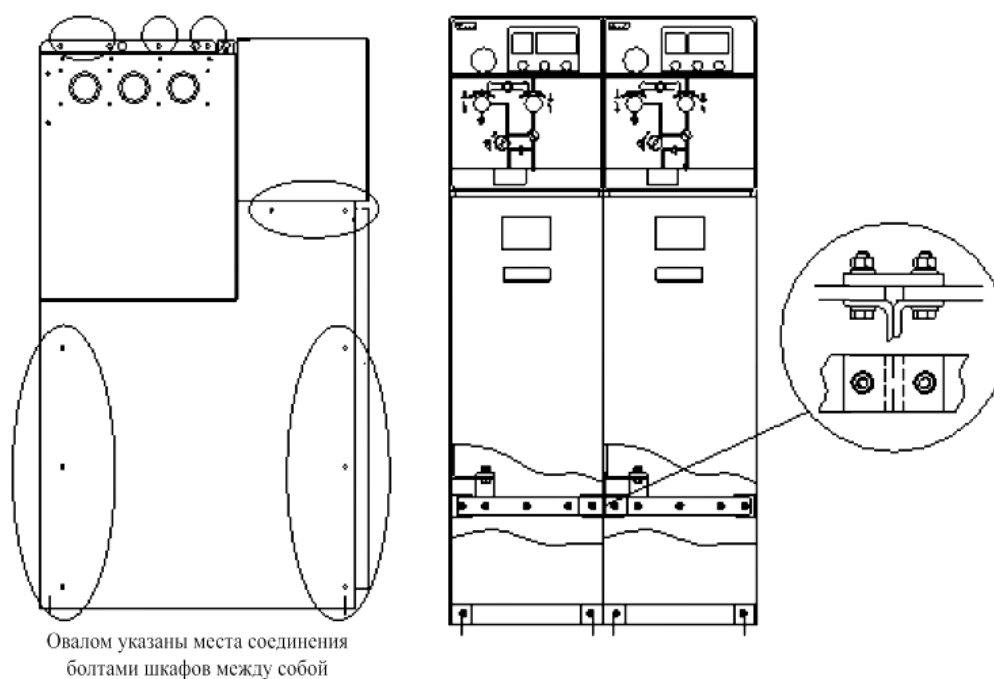

Рисунок 59 – Сборка ячеек
6) Когда корпуса ячеек находятся максимально близко, устанавливают равномерно болты (необходимо равномерно затягивать болты по диагонали для равномерного перемещения ячейки). Постепенно затяните все болты блочных исполнений (см. рисунок 59).